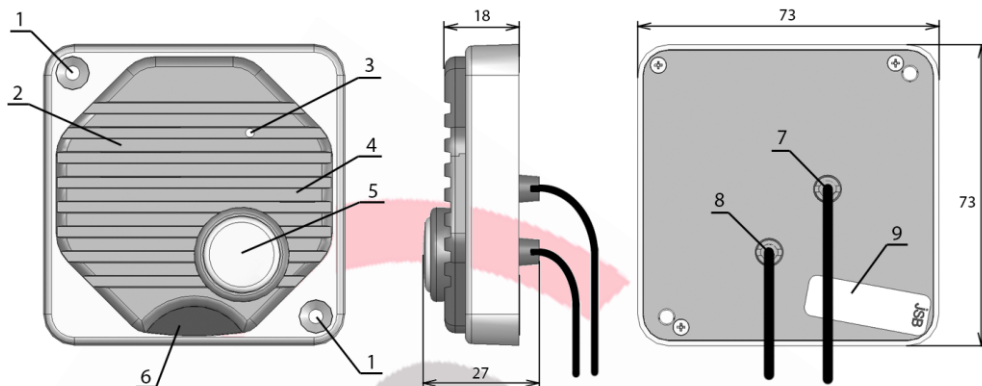

Рис. 1. Назначение основных узлов панели:
6) Нажмите кнопку открывания замка на мониторе. Вызывная панель должна показать открывание замка зуммером (короткий писк или серия писксов) и светодиодом (короткое мигание) за защитным фильтром ИК-подсветки (6 на рис. 1), замок должен открыться.